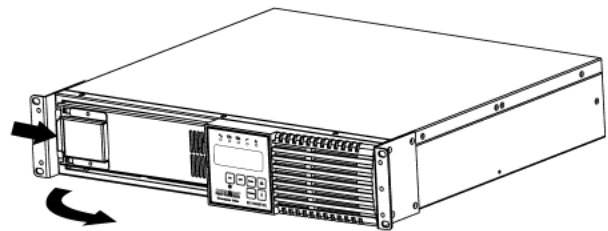

FIGURE 2
7. Appuyez sur le loquet à ressort du support de retenue de la batterie du côté gauche, tirez-le vers l'extérieur puis mettez-le de côté (FIG. 2)